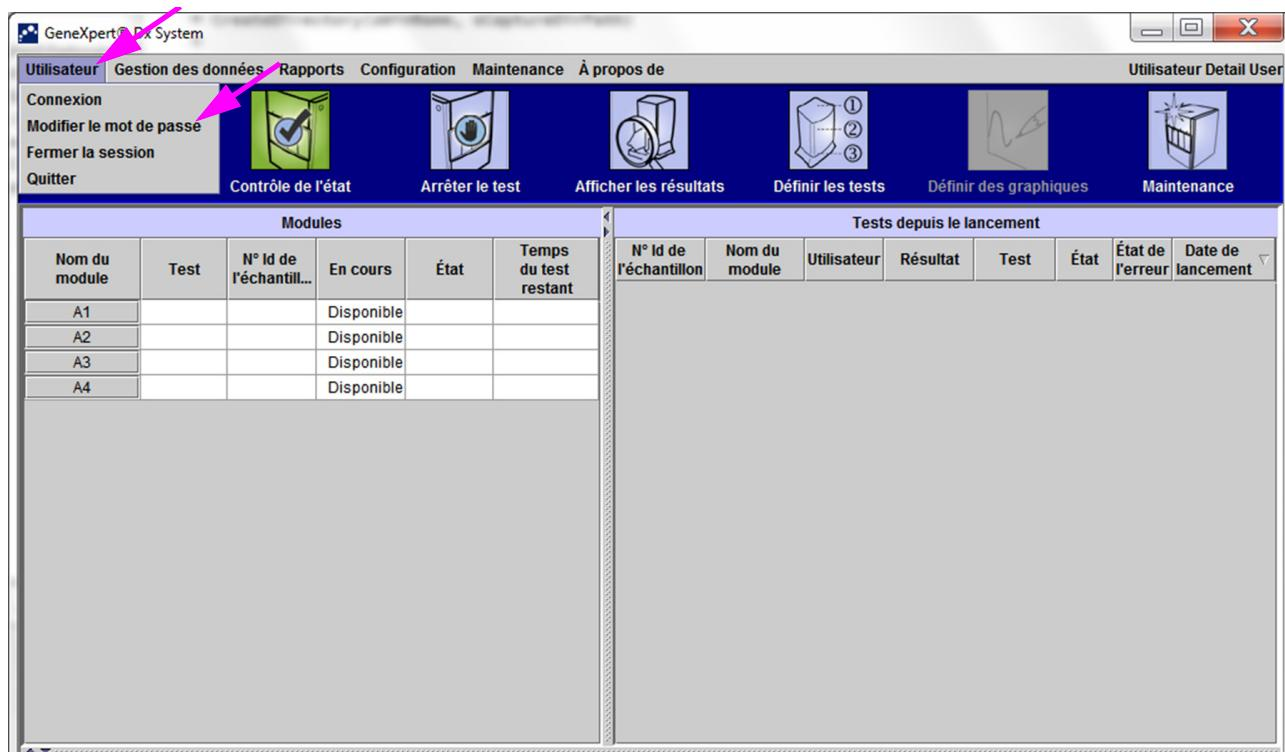
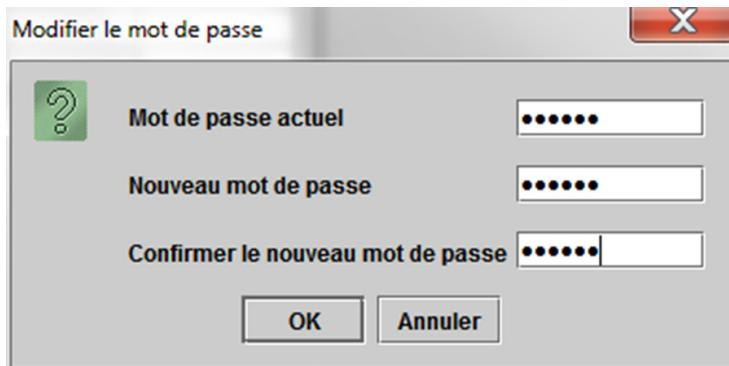

Figure 5-14. Menu Utilisateur (Modifier le mot de passe)
Figure 5-15. Boîte de dialogue Modifier le mot de passe
1. Dans la fenêtre GeneXpert Dx System, dans le menu Utilisateur, cliquez sur **Modifier le mot de passe**. Voir Figure 5-14. La boîte de dialogue Modifier le mot de passe s'affiche (cf. Figure 5-15).